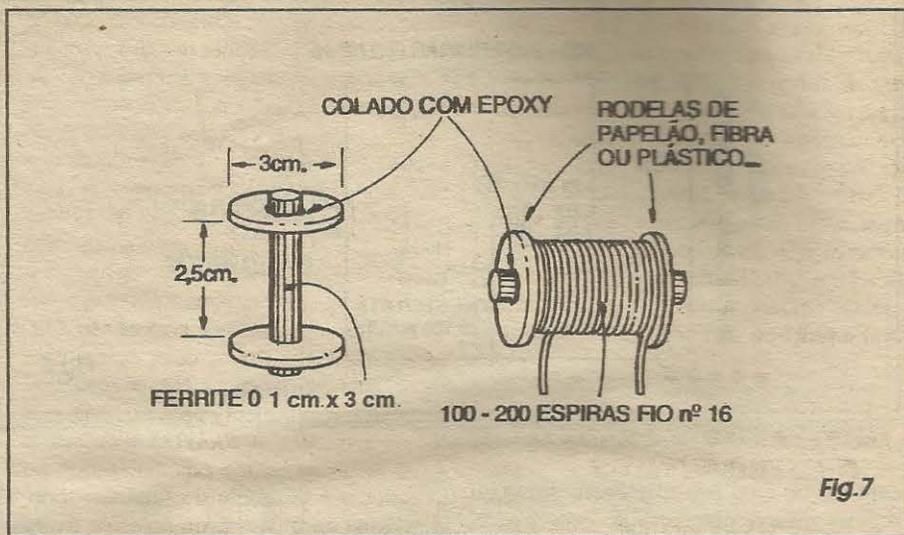

Fig.7
**- FIG. 7 - CONFEÇÃO DA BOBINA...**